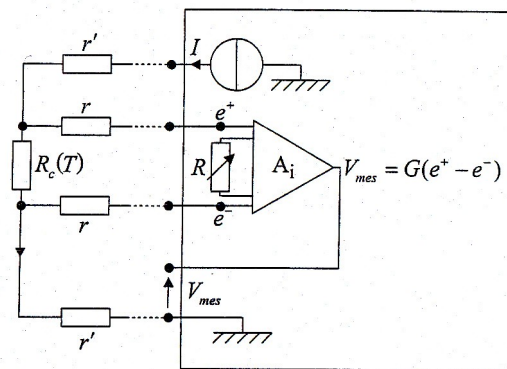

Figure 4
3. Pour palier cette erreur, on modifie le montage pour obtenir un montage classique dit à quatre fils : deux fils amenant le courant à la résistance thermométrique et deux fils servant à la prise de tension aux bornes de celle-ci (figure 4).